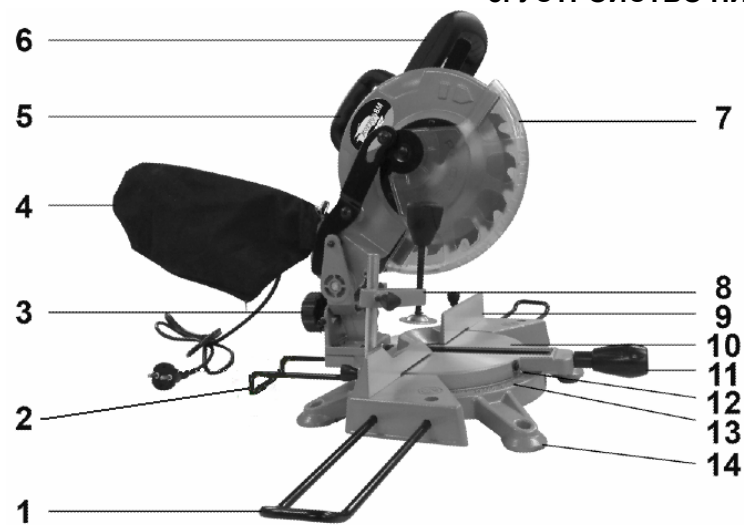

Рис. 2
8. УСТРОЙСТВО ПИЛЫ (Рис. 2, 3)
9.4. Монтаж, Рис. 2- 6
9.5. Установка поворотного стола в положение 0° , Рис. 2- 6